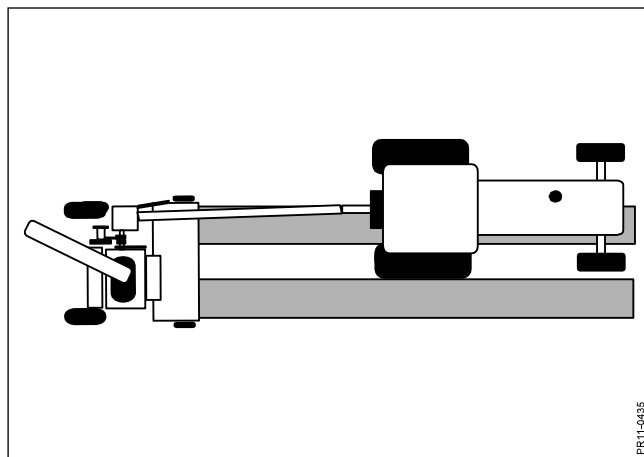

Fig. 5-8
- Fig. 5-8** 2) Snitteren arbejder nu semi-offset, idet traktoren kører med det ene hjulsæt mellem skårene. Denne teknik giver en lige træklinie, og er egnet til aflæsning til begge sider. Den parallelt kørende traktor kommer tættere på snitteren og har lettere ved at placere vognen i forhold til afgrødestrålen.